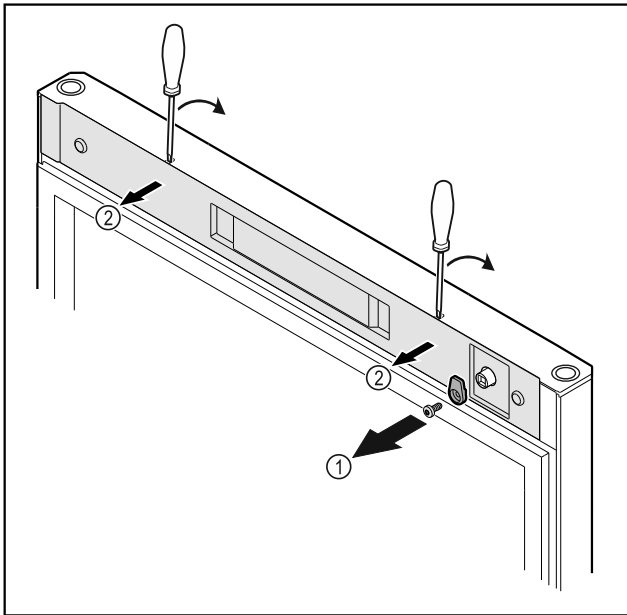

Fig. 19
- ▶ Schließhaken Fig. 19 (1) abschrauben.
- ▶ Abdeckung Fig. 19 (2) mit einem kleinen Schraubendreher ausrasten und abnehmen.